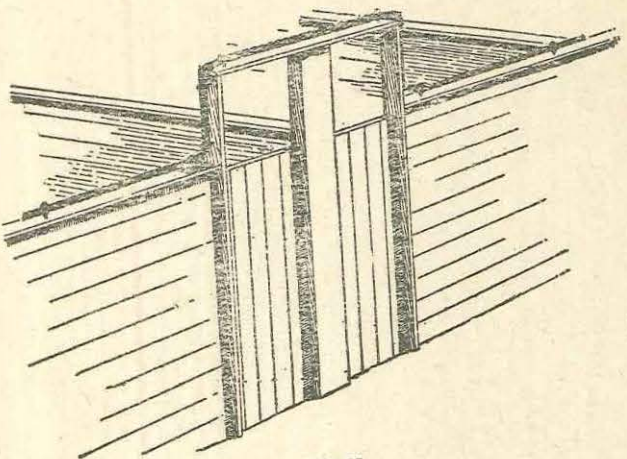

Fig. 25
- 30.—*Cuando las vallas tengan puertas con remate en la parte superior se hará el tendido sobre el remate (fig. 25).*